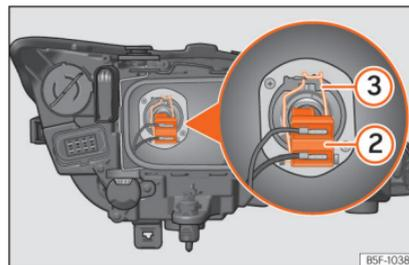

Abb. 107 Abblendlicht
- Ziehen Sie den Stecker » **Abb. 107 ②** von der Lampe ab.
- Nehmen Sie die Haltefeder » **Abb. 107 ③** durch Eindrücken und Rechtsdrehung ab.